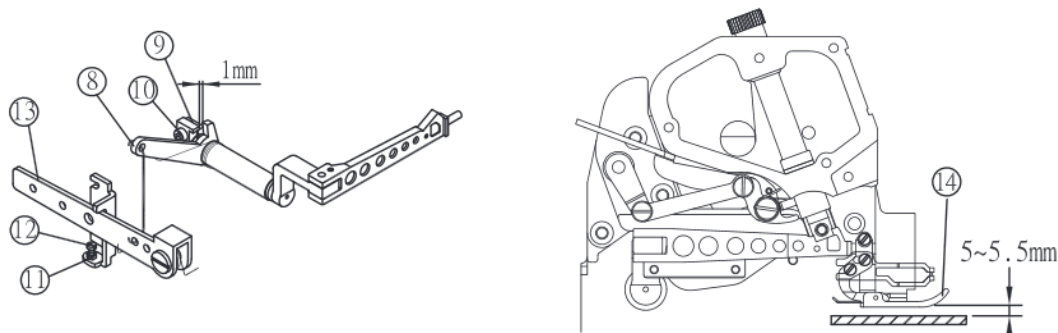

Fig. 33 / Fig. 33
(1) Поверните маховик, чтобы переместить зубчатую рейку в нижнее положение, пока она не окажется под игольной пластиной, низ прижимной лапки должен касаться игольной пластины.
(2) Ослабьте винт (11), нажмите на рычаг (13), установите подъем лапки (14) на величину 5 ~ 5,5 мм. Отрегулируйте винт (12) и зафиксируйте винт (11).
(3) Между рычагом (8) и неподвижным кронштейном (9) должен быть зазор 1 мм, который можно отрегулировать слегка ослабив винт (10).
(4) После всех приведенных выше настроек, затяните винт (10). (рис.33)